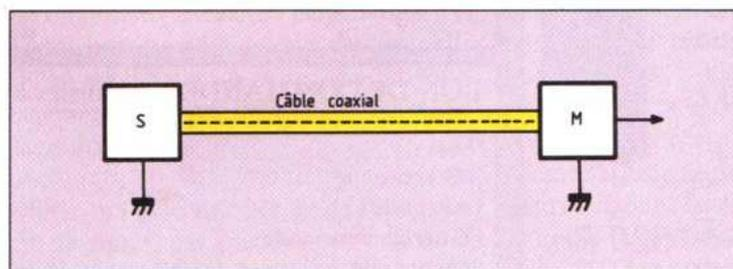

Fig. 3. — Si une tension perturbatrice existe entre les deux prises de terre, elle risque d'être amplifiée par le module M.
Amplifier le signal qu'on désire, c'est souvent nettement plus facile que ne pas amplifier le signal qu'on ne désire pas. Pour expliquer une possibilité d'existence d'un signal du second groupe, la figure 3 montre une source de signal S, laquelle se trouve liée, par un long câble coaxial, à un circuit d'utilisation, en l'occurrence le mélangeur M. Les deux circuits se trouvent reliés plus ou moins directement à la terre.
**Sources de bruit.** — Entre les deux prises de terre de la figure 3, il peut y avoir des tensions induites. Leurs fournisseurs sont souvent EdF ou TdF, mais des investis-